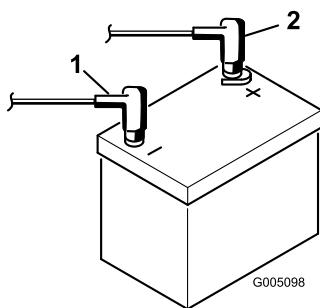

Figura 6
2. Ligue o cabo positivo da bateria (vermelho) que parte do solenoide de arranque ao pólo positivo (+) da bateria (Figura 6). Fixe-o com uma chave de aperto e revista o terminal com vaselina. Certifique-se de que o cabo deixará espaço para o banco, na posição mais para trás, o que poderá causar desgaste ou danificar o cabo.